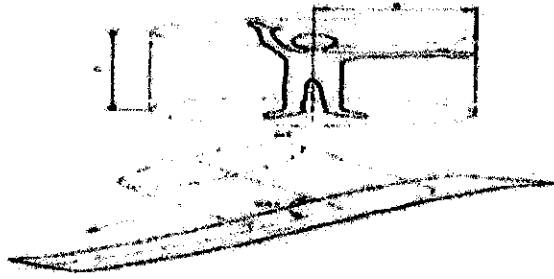

Figura 9 - Spazio libero (vedi tabella 1)
- c) Gli scivoli dovranno essere realizzati in modo tale che le aperture ubicate negli spazi liberi (vedere Figura 9) non provochino l'intrappolamento della leva articolata, se collaudate nelle condizioni descritte nel punto D.4.